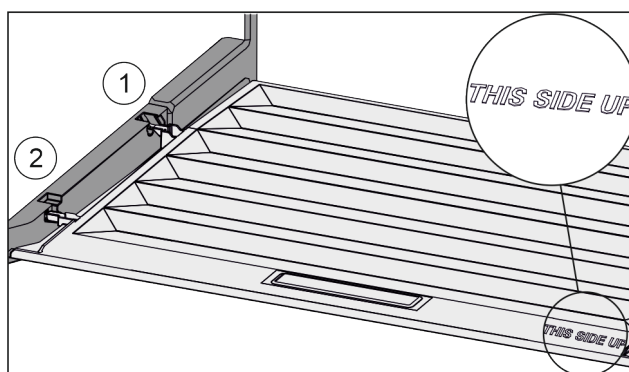

Fig. 102
- ▶ Výstupky veka zaved'te cez otvor zadného držiaka Fig. 102 (1) a zaistite vpredu v držiaku Fig. 102 (2).